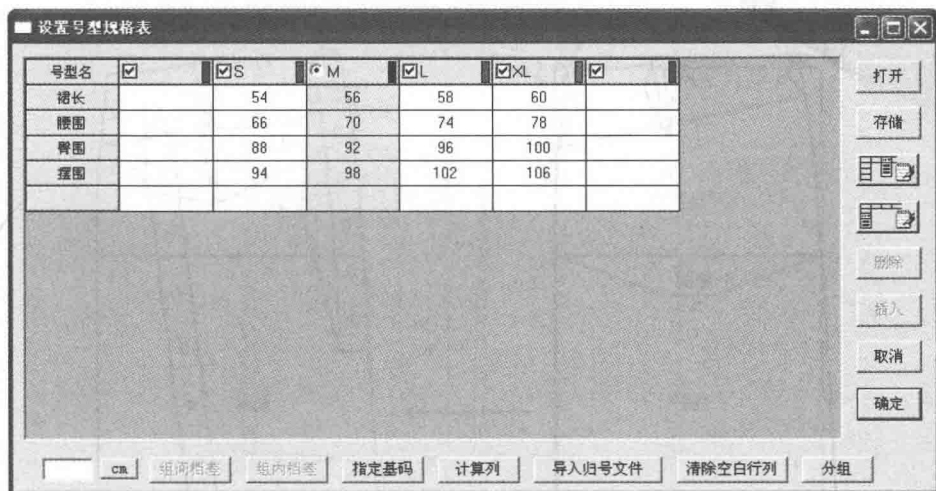

图6-61 设置号型规格表
(1) 单击【号型】菜单—【号型编辑】，在设置号型规格表中输入尺寸 (图 6-61)。